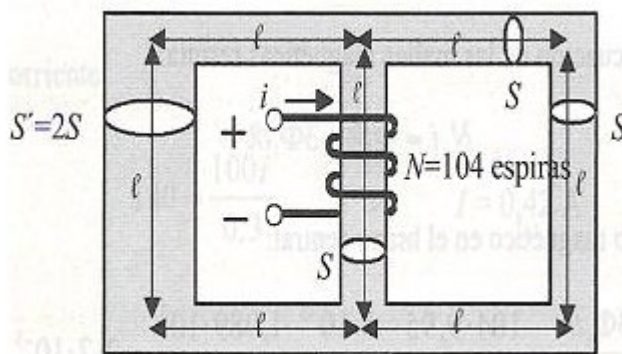

Fig. 6
7.-Calcular la intensidad que debe aplicarse a la bobina del circuito magnético de la Fig.6 para establecer en la columna derecha un flujo de 1 mWb. La permeabilidad relativa se supone que es constante en todos los puntos y cuyo valor es de 400; la sección $S = 10$ cm² es la misma en toda la estructura, excepto en la columna izquierda, que vale 20 cm². La longitud l es igual a 10 cm. Calcular también el flujo en el brazo central.